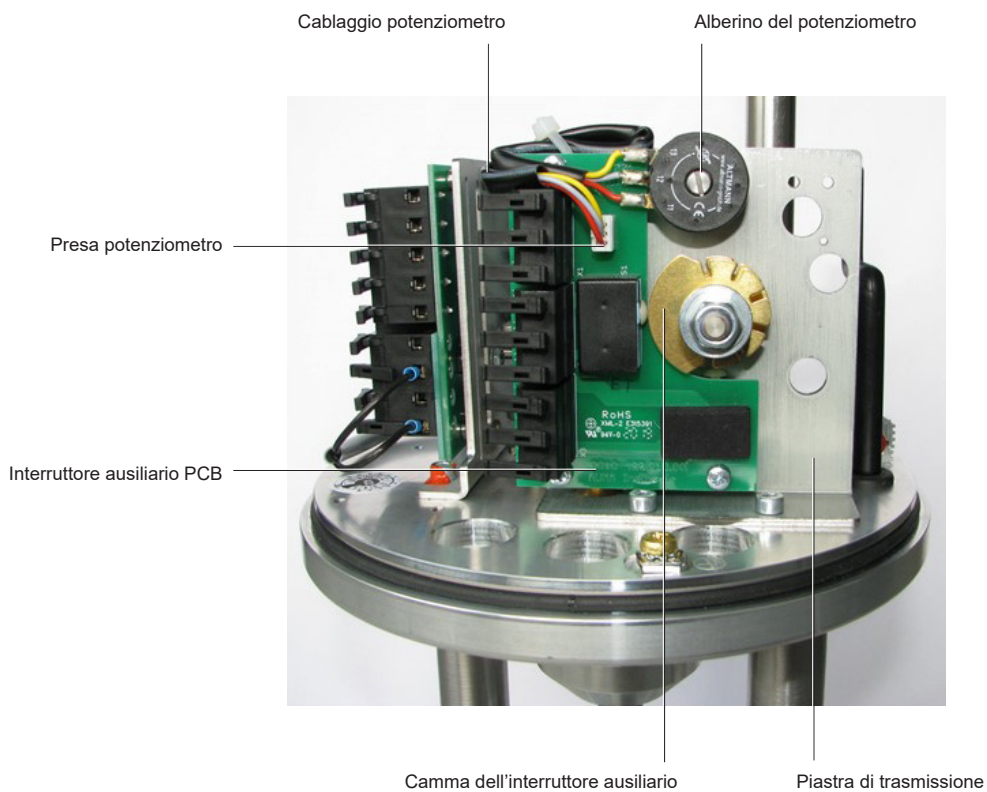

Fig. 12 "Installazione e regolazione del potenziometro (1- 6 kN)"
- Vedere la Fig. 12 "Installazione e regolazione del potenziometro (1 – 6 kN)"
- Collegare il cablaggio alla presa del potenziometro come descritto nella Fig. 12 "Installazione e regolazione del potenziometro (1- 6 kN)"